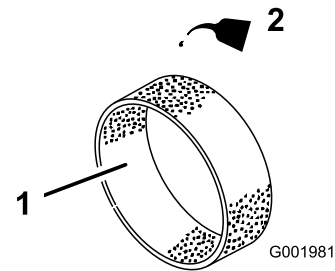

Figura 46
- Ponga 30–60 ml de aceite en el elemento (Figura 46).